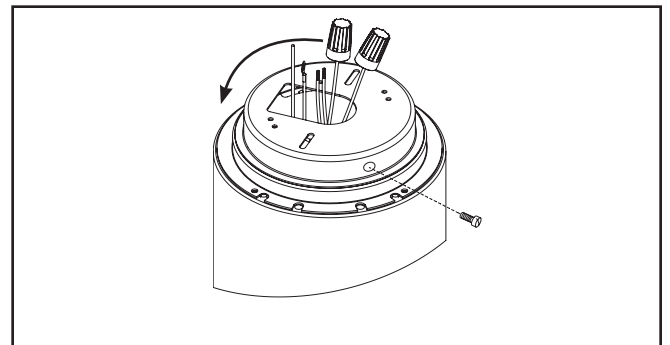

Figure 1.
2. Tournez la plaque de montage dans le sens inverse des aiguilles d'une montre pour le séparer de l'ensemble et le retirer du cylindre (Figure 1.).